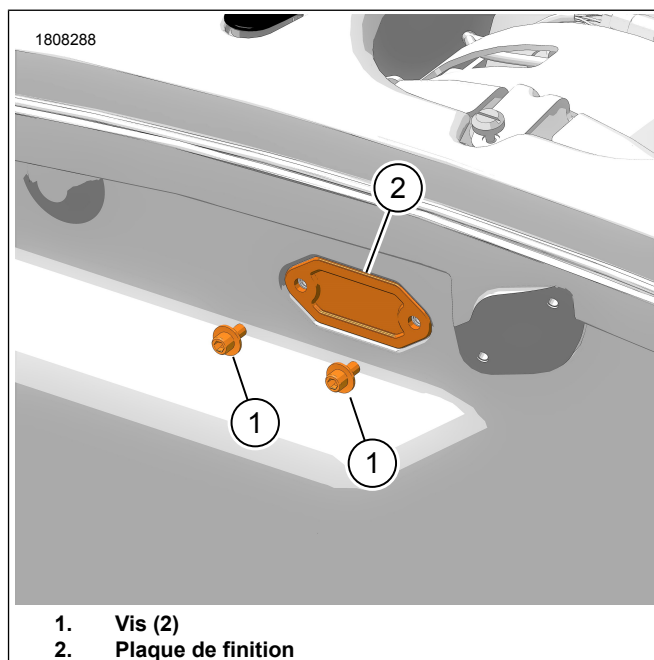

Figure 2. Plaque de finition
1. Figure 2 Retirer et jeter les vis (1) et la plaque de finition (2).